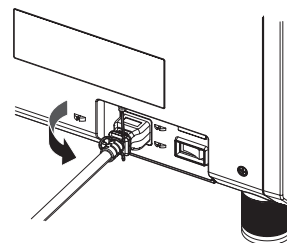

図3
- 3) 電源コードホルダーを引き起こして電源コードにはめ込み、電源コードを固定する（図3）